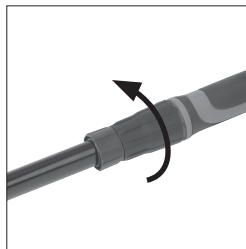

Fig. 5
- Spänn hylsmuttern för att säkra förlängningsröret och de ringformade metallbeslagen i respektive arbetsläge. (**Fig. 5**)